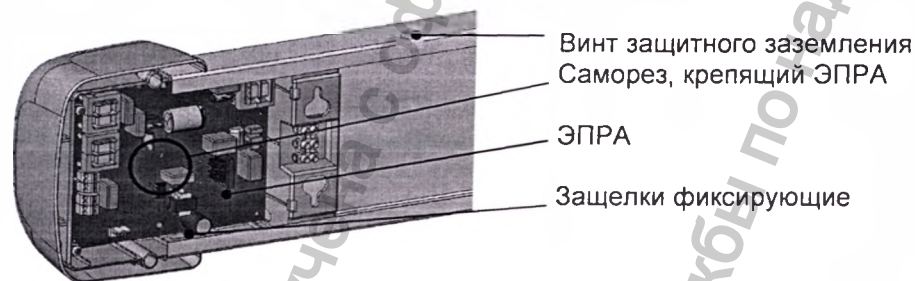

Рис.6
- 7.5. По окончании срока службы ламп (8000 или 9000 часов в зависимости от типа установленных ламп) необходимо произвести замену обеих ламп п.7.6 и провести техническое обслуживание облучателя (очистка узлов от пыли, контроль электрических контактов, крепежных элементов и крепления наконечника провода заземления на корпусе облучателя при помощи винта рис.6). При замене ламп необходимо сбросить показания счетчика электронного.
- Отсоединить наконечник провода заземления ХТ4 ЭПРА от основания облучателя, предварительно открутив винт и гайки рис.6.
- Открутить саморез, крепящий ЭПРА (рис.6).
- Извлечь ЭПРА из торцевого блока, нажав на фиксирующие защелки рис.6.
- Установить новый ЭПРА, зафиксировав защелками и саморезом (рис.6).
- Закрепить винтом и гайкой через шайбы наконечник провода заземления ХТ4 на основании облучателя рис.6.
- Извлечь ЭПРА из торцевого блока, нажав на защелки рис.6.
- Установить ЭПРА, зафиксировав защелками и саморезом (рис.6).